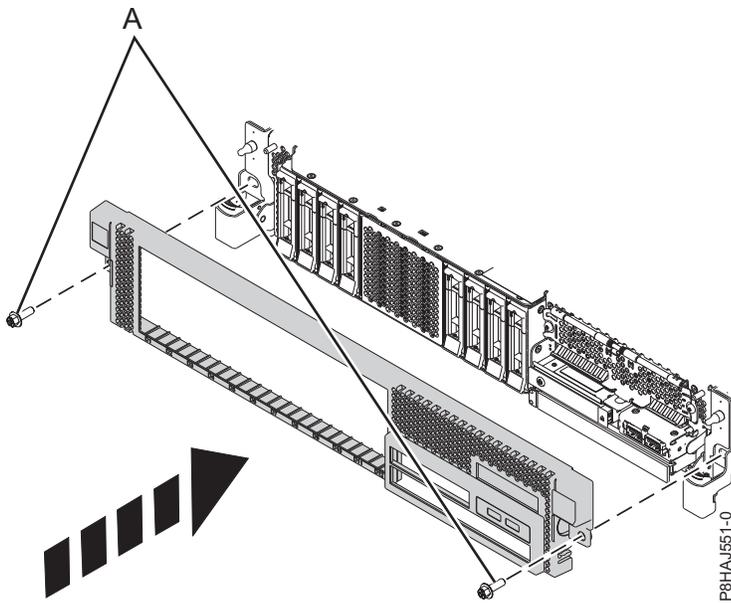

Abbildung 175. Vordere Abdeckung installieren
3. Verriegeln Sie die Entriegelungshebel in die in Abb. 175 auf Seite 216 dargestellte Richtung. Die Abdeckung schnappt ein und weist eine Vertiefung auf, an der Sie sie leichter festhalten können.
4. Bringen Sie die Transportschrauben (A) wieder an.